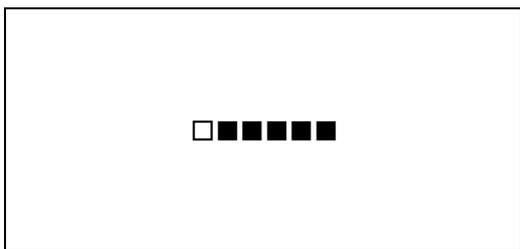

図4-19 オンスクリーンメニュー (CHAR SELECT例)
- 1) CHARACTERメニューで「CHAR SELECT」を選択し、**ENTER**ボタンを押すと図4-19のような設定メニューが表示されます。